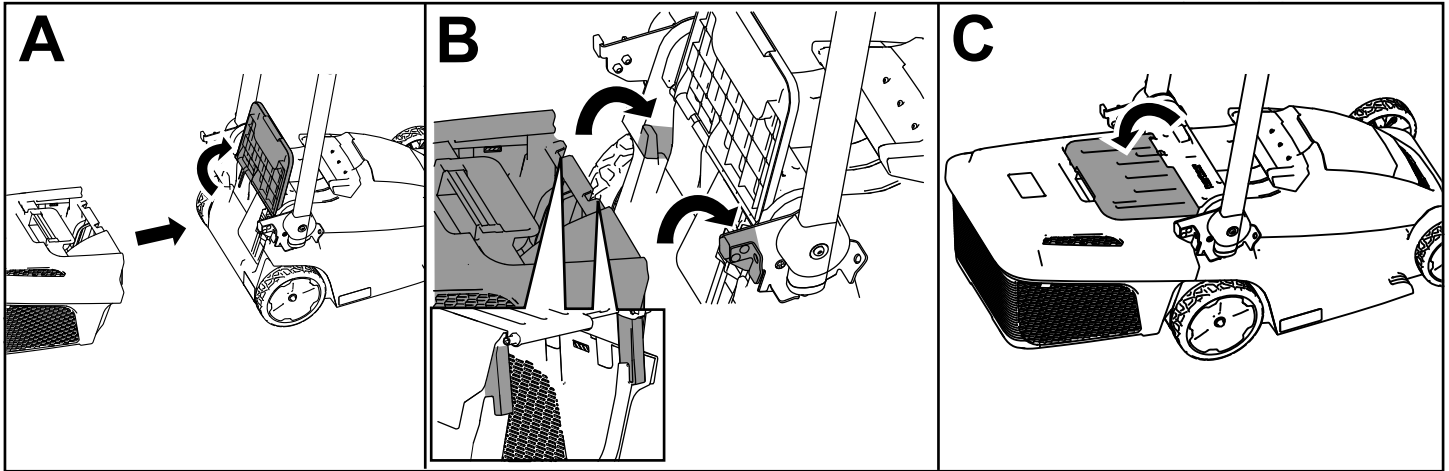

Bild 14
1. Bringen Sie den Holm in die aufrechte Stellung und heben Sie das hintere Ablenkblech (A in Bild 14) an.
2. Setzen Sie die Haken des Grasfangkorbs in die Aussparungen an der Rückseite der Maschine ein (B von Bild 14).
3. Lassen Sie das hintere Ablenkblech auf dem Grasfangkorb aufliegen (C in Bild 14).